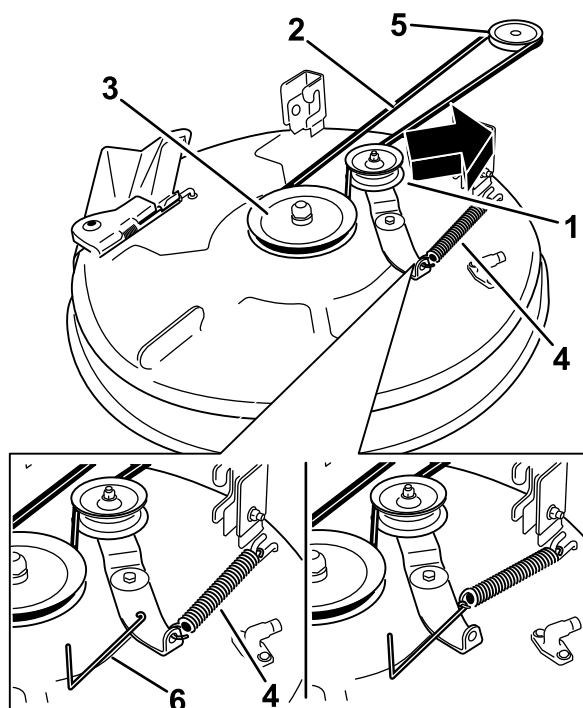
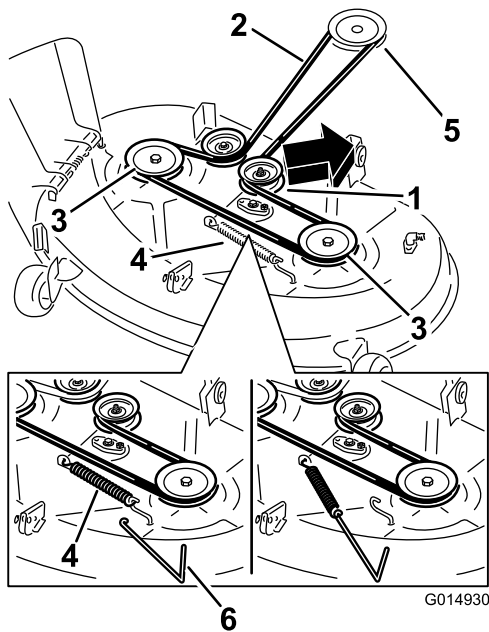

Bild 53
Bild 54
6. Entfernen Sie die Spannscheibenfeder mit einem Werkzeug zur Federentfernung (Toro-Bestellnummer 92-5771) vom Mähwerkhaken, um die Spannung von der Spannscheibe zu nehmen, und rollen Sie den Riemen von den Riemenscheiben (Bild 53 und Bild 54).
7. Verlegen Sie den neuen Riemen um die Motor- und Mähwerkriemenscheiben (Bild 53 und Bild 54).
8. Setzen Sie die Spannscheibenfeder mit einem Werkzeug zur Federentfernung (Toro-Bestellnummer 92-5771) auf den Mähwerkhaken, um die Spannscheibe und den Mähwerkriemen zu spannen (Bild 53 und Bild 54).